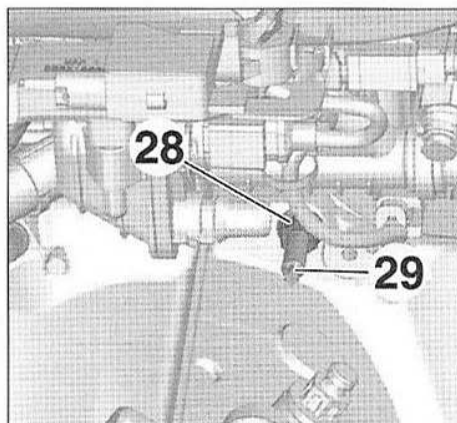

FIG.14
- l'écrou (28) (Fig.14),
- le goujon (29).